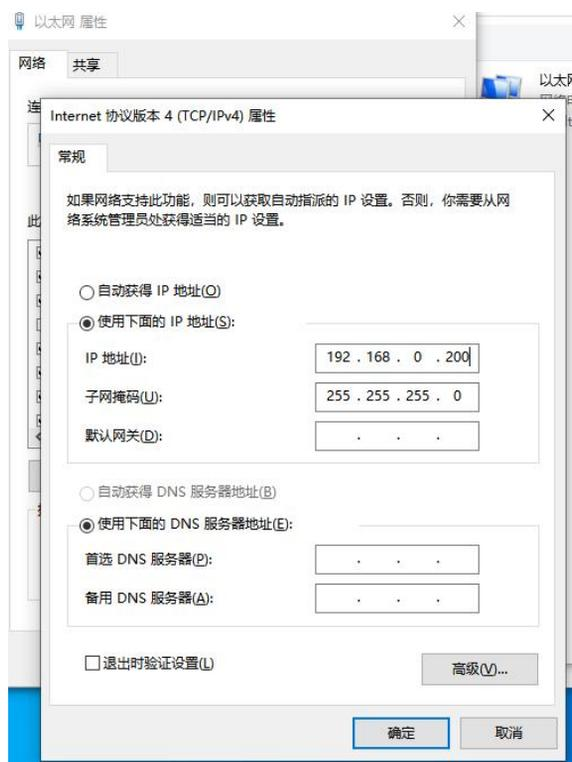

图 4-2
- 耦合器出厂时默认 IP 为 **192.168.0.1**，所以电脑的网关需要修改成如图 4-2 所示 192.168.0.200(最后一个字节地址不与耦合器及 PLC 的重复即可)。